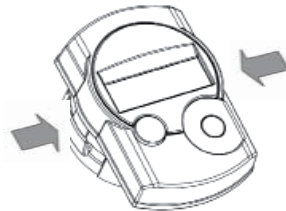

Рисунок 6
7.4.2. Монтаж за допомоги подушки-наклейки Легко натисніть днією рукою на місця фіксації збоку перехідника, а іншою рукою витягніть корпус обчислювачу (дивись рисунок 6).